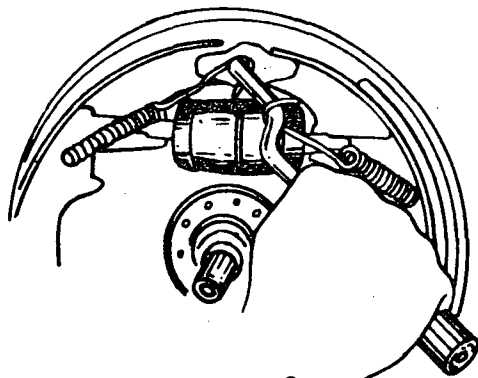

Fig. 2
- a Retire as molas de recuperação das sapatas (fig. 2).